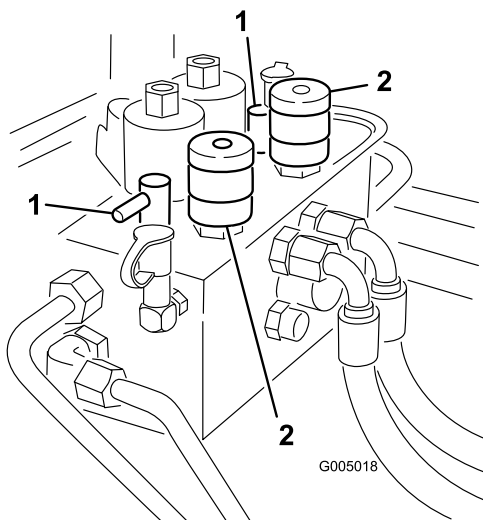

Figura 84
3. Individuate le manopole di selezione della velocità dei cilindri e le manopole di lappatura (Figura 84). Girate in posizione di lappatura la manopola (o manopole) di lappatura pertinente, e la manopola (o manopole) di selezione della velocità dei cilindri in posizione 1.